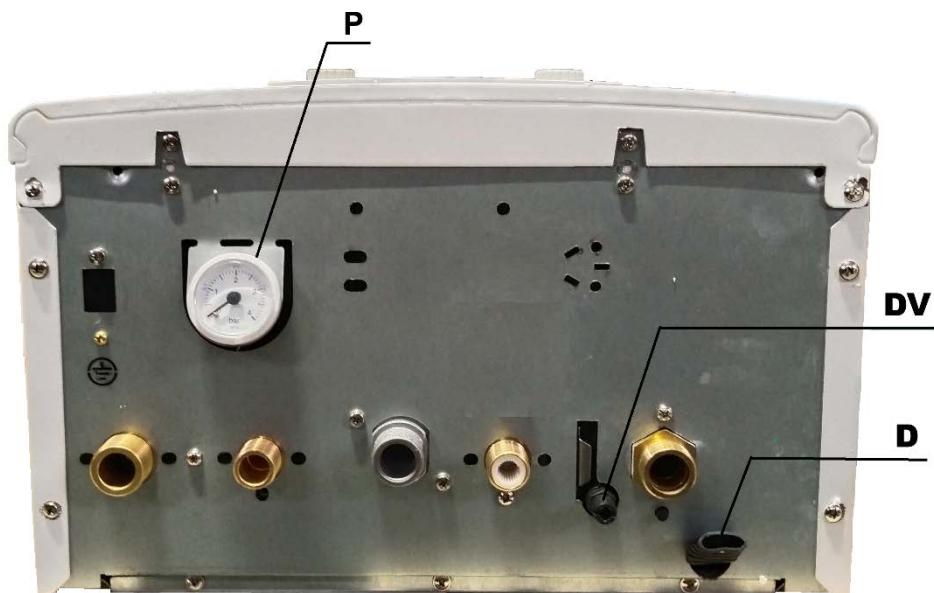

Рис. 10. Вид на котёл снизу
Подсоедините сливной патрубок предохранительного клапана **D** (рис.10) в дренажную канализацию. Присоединение следует выполнять «с разрывом струи», чтобы иметь возможность визуально контролировать факт срабатывания предохранительного клапана и проходимость дренажного трубопровода.
- После удаления воздуха из системы отопления, продолжайте подпитку и отслеживайте давление по манометру **P** (рис.10). При установлении давления, равном 1,5 бар, подпитку прекратить.
При необходимости, опорожнение котла производится через сливной кран **DV** (рис.10). Кран открывается путём проворачивания его, за шестигранный выступ, против часовой стрелки. Для избегания брызг, на «ёрш» крана можно одеть трубку подходящего диаметра.